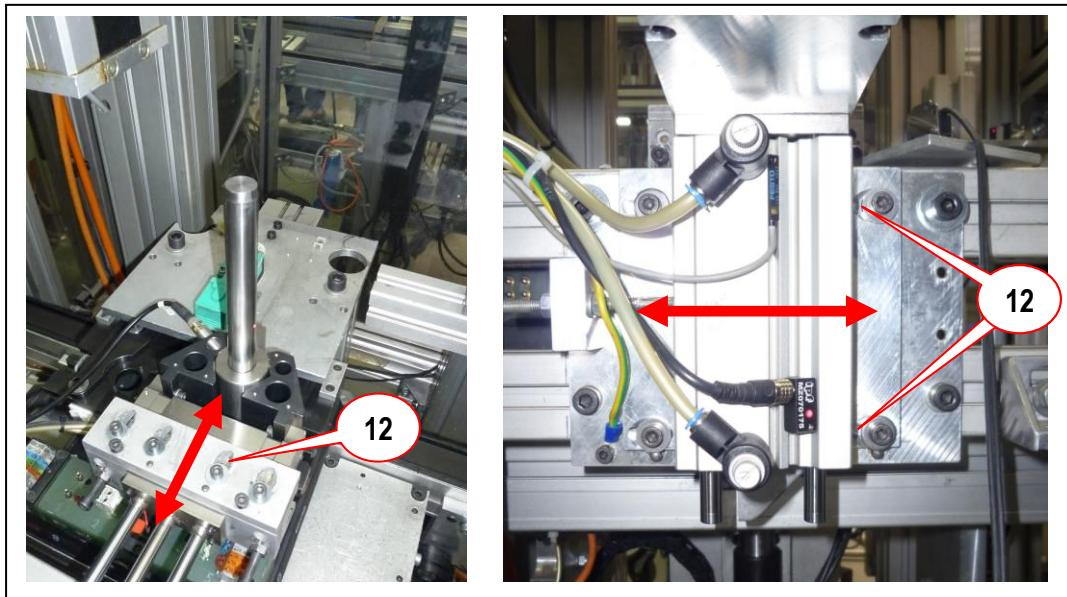

Bild 5
- Sollte die Ausrichtung zwischen der Aushubeinheit und der Greifereinheit nicht passen, muss jetzt die Greifereinheit über die Langlöcher (12) eingestellt werden (**Bild 5**). Anschließend muss mit einer Maschinenwasserwaage geprüft werden, ob die Greifereinheit in Waage steht.